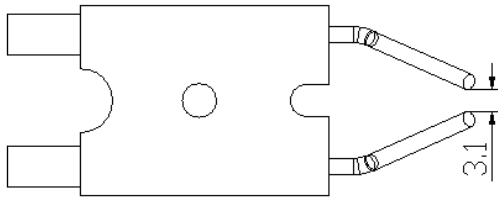

Figuur 2
Reinig de luchtfilters. Verwijder het deksel aan het uiteinde van het filter (11), was het luchtinlaatfilter (10) met een mild reinigingsmiddel en droog het volledig af voordat u het weer plaatst. Vervang het luchttoevoerfilter (9) eenmaal per jaar (figuur 2).